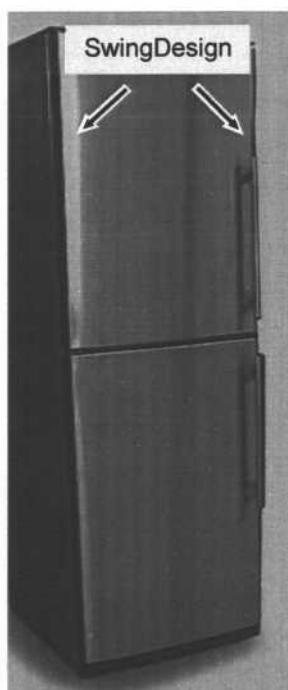

Fig. 4
- Exemple de produit avec SwingDesign, voir Fig. 4.